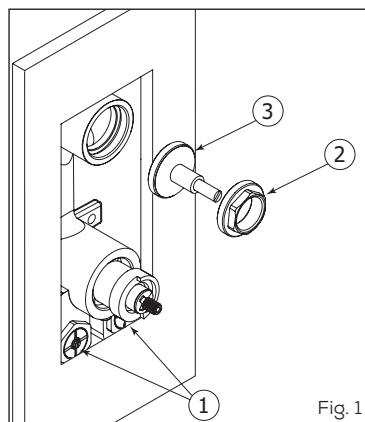

Fig. 1
First, shut off the 2 check-valves (1), afterwards, unscrew the large nut (2) and remove the protective plug (3) (see Fig. 1)
Dans un premier temps, fermer les 2 valves d'arrêt (1), puis dévisser l'écrou (2) et retirer le capuchon protecteur (3) (Voir Fig. 1).
LOCATE THE DESIRED POSITION FOR THE SHOWER RAIL. CAREFULLY MARK THE TWO SUPPORT POSITIONS ON WALL. MAKE SURE DISTANCE BETWEEN BOTH WALL SUPPORTS (24 5/8") IS RESPECTED AND THAT SHOWER RAIL IS LEVELED (FIG.1).